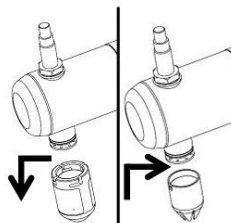

fig. 11
- Segue ora la richiesta si sostituire l'ugello di pulitura con il beccuccio di guarnitura (fig. 11), di inserire la vasca della panna già riempita di panna cruda preraffreddata e di premere il tasto di pulitura. Rimettere il coperchio. La pulitura è terminata e le 3 spie luminose si spengono (tranne nel caso di allarme temperatura, vedere da pagina 12).